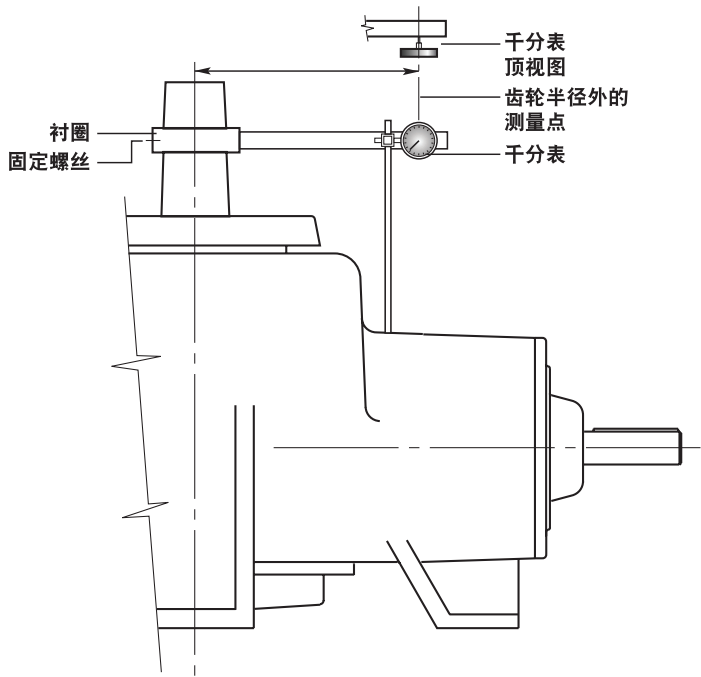

图 5 - 齿轮间隙测量
- 2. 在小齿轮上有“X”标记的轮齿落位于环形齿轮上的两个“X”标记轮齿之间后，请使用千分表检查间隙，如图 5 所示。锁定小齿轮轴，以防止旋转。以相当于环形齿轮外半径的距离测量的风扇轴移动量就是间隙大小。通过在底部轴承盖处拆卸或添加垫片（420）来沿轴向调整环形齿轮，进而设置间隙。